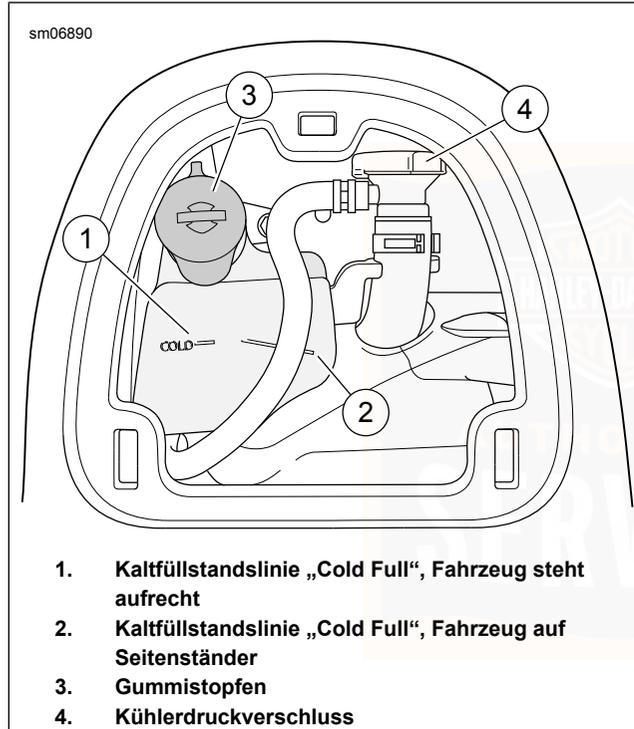

Abbildung 71. Kühlmittelstand
Siehe Abbildung 71. Auf dem Kühlmittelbehälter befinden sich zwei Markierungen. Die schräge Markierung (2) verwenden, wenn das Motorrad auf dem Ständer abgestellt ist.
2. Siehe Abbildung 71. Überprüfen, ob der Kühlmittelstand im Kühlmittelbehälter auf oder knapp über der Markierung „COLD“ (1) steht.